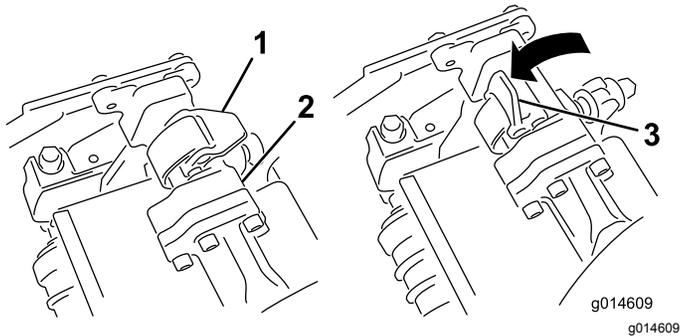
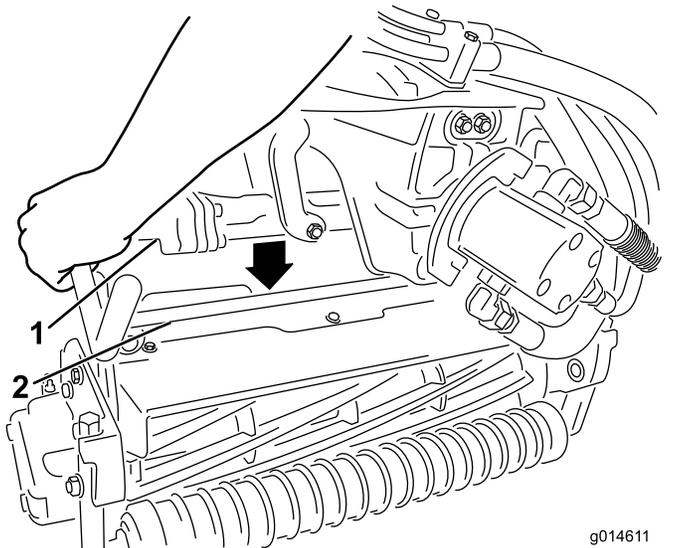

図 12
図 13
9. サスペンションアームのバーについているラッチを上向き開いた状態にして(図 12、サスペンションアームを押し下げて、バーを、カッティングユニットのバーの上に被せるようにする図 13。
10. ラッチを下げて閉じるとカッティングユニットのバーがロックされてユニットがアームにセットされる図 12。